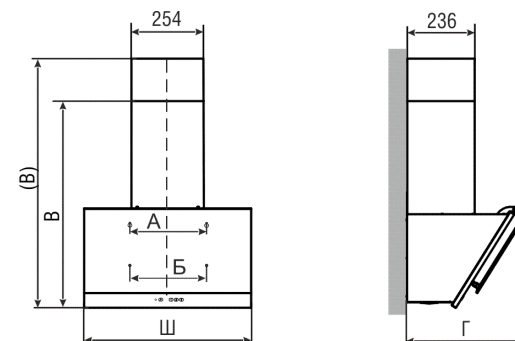

рис. 2
- вверните два самонарезающих винта 6х50 мм (размер А, рис. 2);
- навесьте вытяжку через отверстия типа «замочная скважина» и дополнительно закрепите ее двумя самонарезающими винтами 6х50 мм (размер Б, рис. 2);